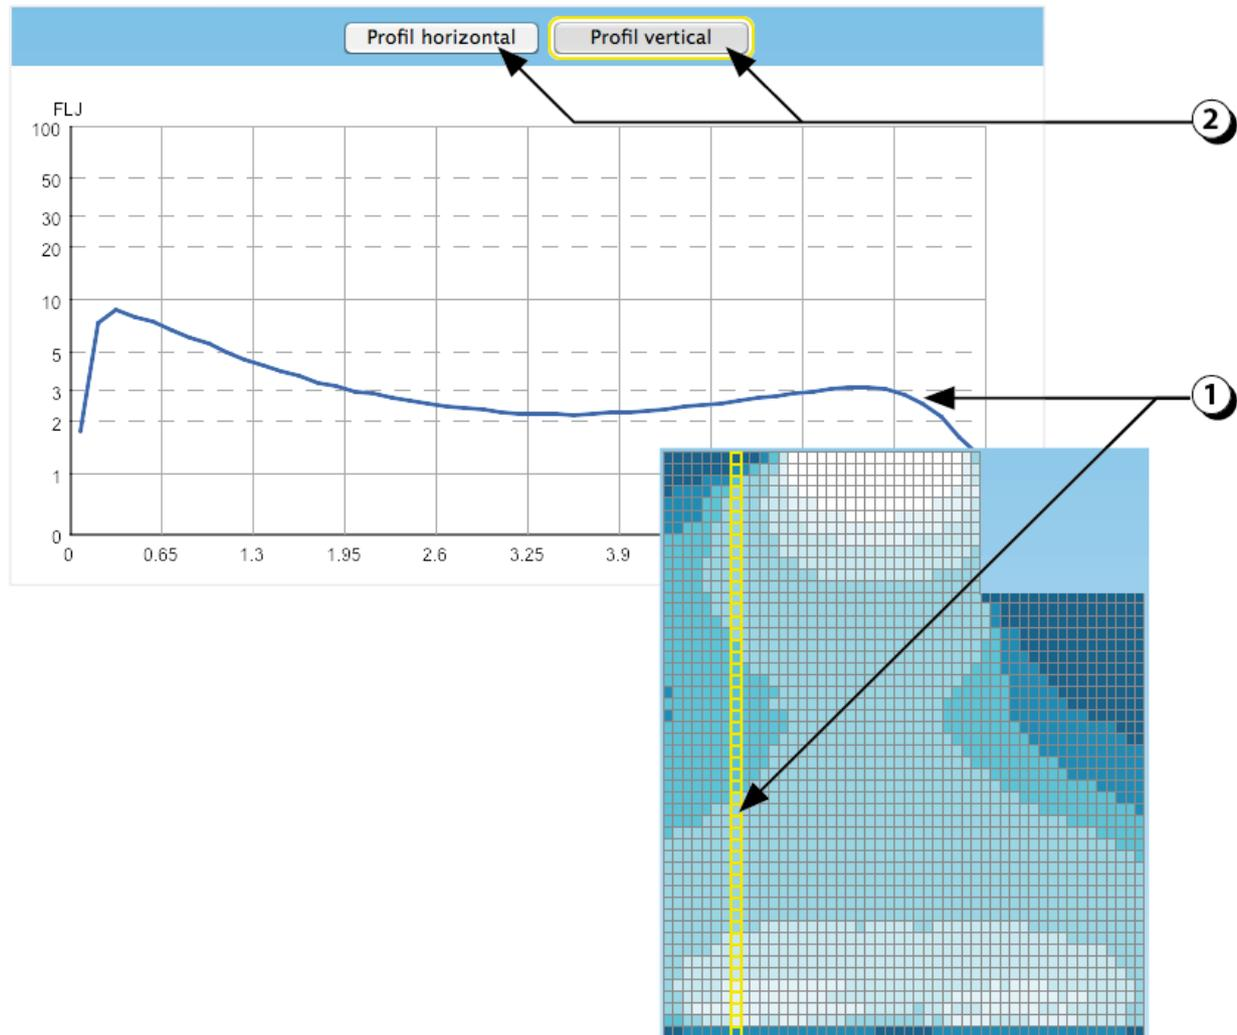

Figure 129 : Affichage des profils de FLJ.
4. Le fait de cliquer sur une des mailles permet de tracer un profil des valeurs de FLJ (profil horizontal ou vertical, cf. Figure 129).
4. Le fait de cliquer permet de tracer un profil (horizontal ou vertical) des valeurs d'autonomie (voir facteurs de lumière du jour, cf. Figure 129).